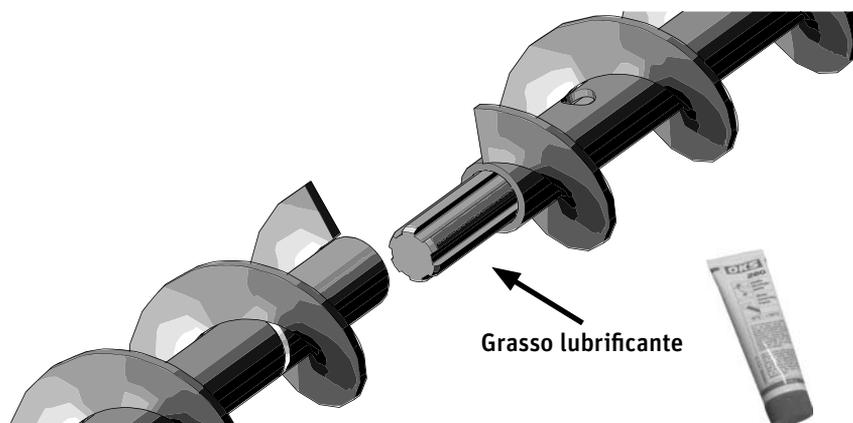

Fig. 126 Applicare uno strato abbondante di grasso lubrificante sui raccordi e assemblare la coclea con estrema precisione
- Montare gli elementi della coclea; assemblare gli elementi della coclea, a tal scopo applicare uno strato abbondante di grasso lubrificante sui raccordi (Fig. 126), al fine di facilitare lo smontaggio in un secondo momento.
Assemblare la coclea con estrema precisione – Fig. 126.